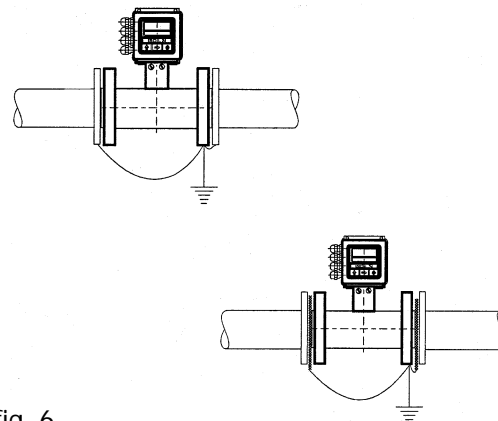

fig. 6
Per il buon funzionamento del misuratore di portata magnetico è necessario che siano tenuti al potenziale di terra sia il misuratore che il liquido. Il misuratore viene messo a terra mediante un conduttore di rame allacciato all'apposito bullone, che si trova in funzione dei modelli, sulla flangia o sulla scatola di derivazione (vedi fig. 6).
Qualora però le tubazioni fossero di materiale isolante o metalliche con rivestimento interno, è necessario provvedere alla messa a terra del liquido tramite il terzo elettrodo di terra (montato nel sensore) o tramite due dischi forati da interporre tra le flange del tubo di misura e le controflange. Tali dischi andranno collegati tra loro e alla presa di terra del tubo di misura mediante un conduttore di rame (vedi fig. 6).
*The disks have to be connected to each other and to the earth screw on the tube by means of a copper conductor (see fig. 6).*